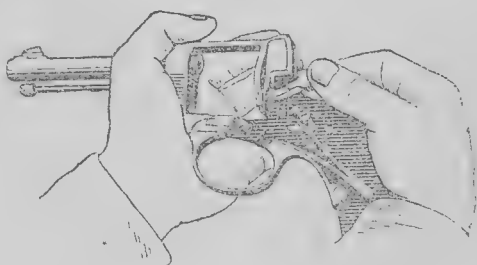

Рис. 37. Как снять казенник
11) снять казенник с соска, предварительно надавив указательным пальцем правой руки на нижний конец казенника настолько, чтобы его головка вышла из рамки (рис. 37);